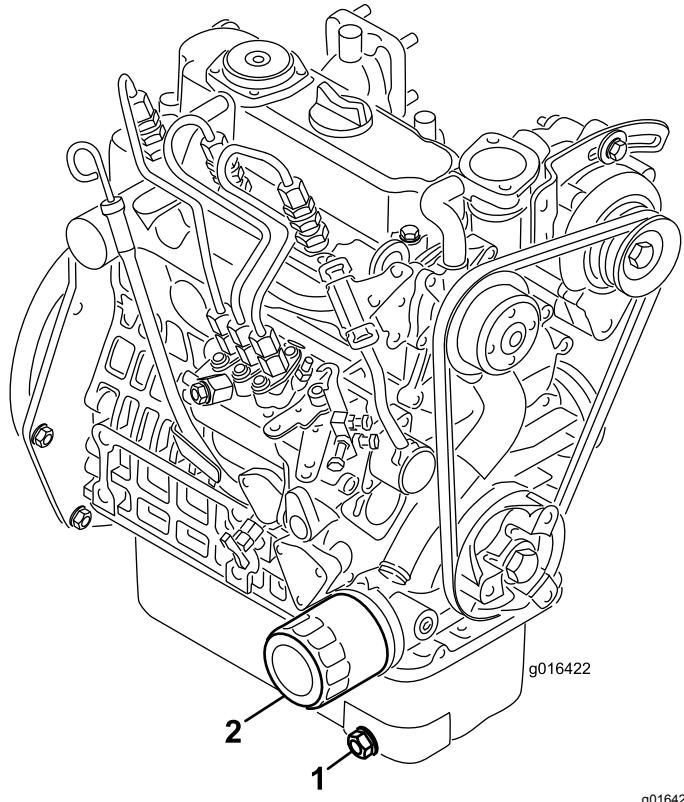

Bild 39
1. Entfernen Sie die Ablassschraube (Bild 39) und lassen Sie das Öl in die Auffangwanne ab. Schrauben Sie die Ablassschraube wieder ein, nachdem das Öl abgelaufen ist.